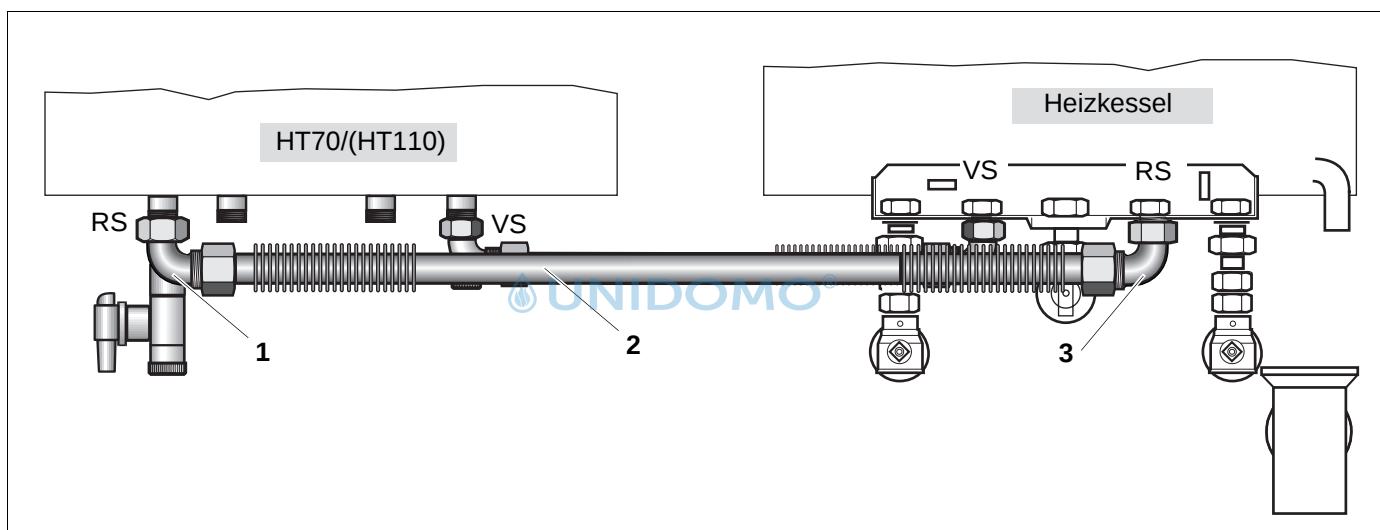

Abb. 8 Verbindungsrohr Speicherrücklauf HT70/HT110 **links** (ohne Wärmeschutz dargestellt)
- Winkelverschraubung mit KFE-Hahn (Abb. 8, Pos. 1) und Dichtung am Speicherrücklauf des HT70/HT110 verschrauben (Abb. 8).
- Langen Well Schlauch (Abb. 8, Pos. 2) mit Dichtungen zwischen Anschlusswinkel (Abb. 8, Pos. 3) Speicherrücklauf (RS) des Heizkessels und der Winkelverschraubung mit KFE-Hahn (Abb. 8, Pos. 1) des HT70/HT110 anschrauben (Abb. 8).